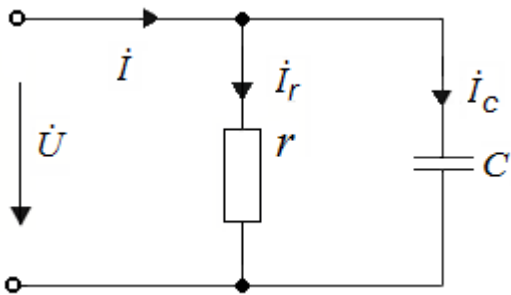

Рис. 180
2. Для схемы на рис. 180 определить токи \dot{I} , \dot{I}_r , \dot{I}_L , если $U = 240$ В; $\psi_U = 0$; $r = 16,6$ Ом; $C = 255$ мкФ; $f = 50$ Гц.